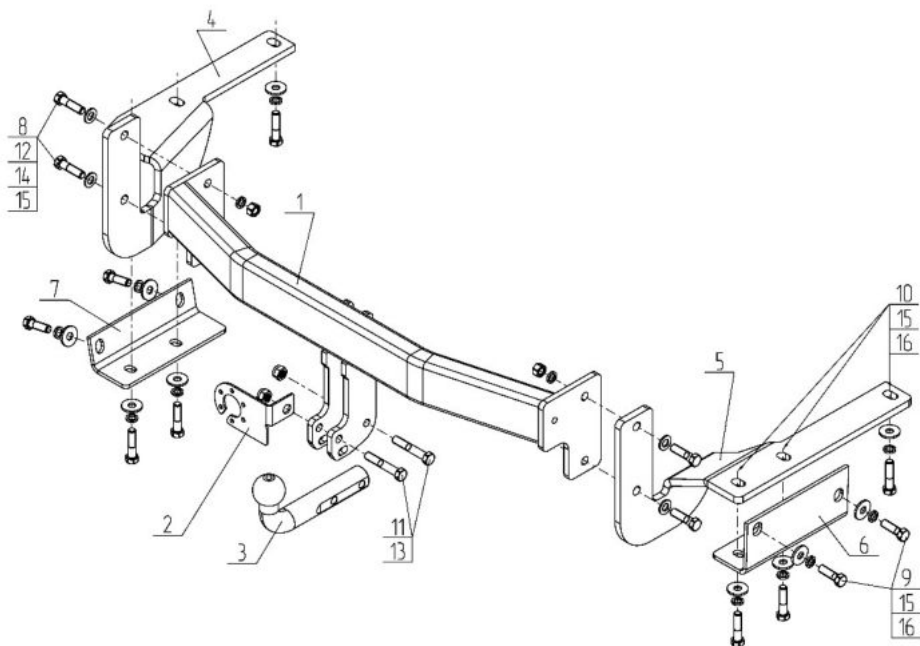

Рис.1 Установка на автомобиль
- Установите кронштейны (поз.4,5) и уголки (поз.6,7) с помощью крепежных элементов, показанных на Рис.1. Крепеж не затягивать;